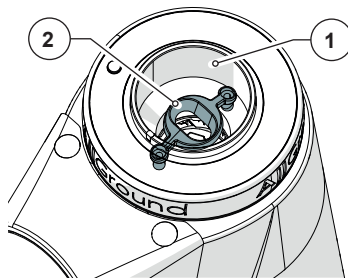

Fig. 4
- **Fungo anti intrusione su camera estraibile (Fig. 4)**